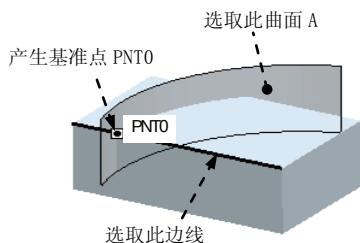

图 3.1.7 创建基准点
如图 3.1.7 所示，需要在曲面 A 与模型边线的相交处创建一个基准点 PNT0，操作步骤如下：
Step3. 选取参考。选取图 3.1.7 中的曲面 A；再按住 Ctrl 键，选取图中的模型边线，则